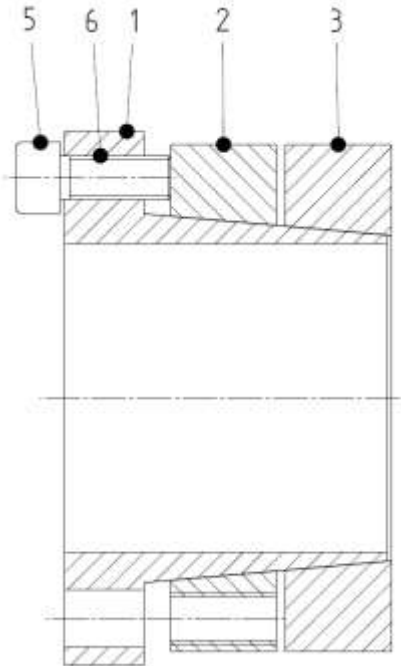

Bild 4) Demontage Spannsatz
- Spannschrauben (5) in die Abdrückgewinde (6) des Innenteils (1) einschrauben (siehe Bild 4).
- Spannschrauben gleichmäßig mit einer $\frac{1}{4}$ Umdrehung über Kreuz anziehen. Abdrückmoment dabei stufenweise erhöhen, bis die Druckringe (2 und 3) vom Innenteil (1) getrennt sind.